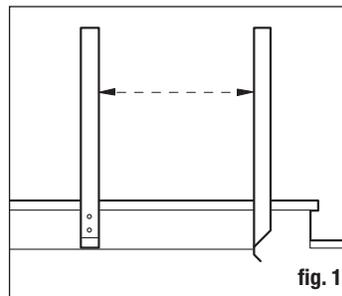

fig. 1
**Étape 1:** Mesurez l'ouverture de garde-corps entre chaque poteau pour déterminer la longueur de chaque section de traverse à balustres (Fig. 1).
**Étape 1:** Les traverses et balustres d'escalier peuvent poser un défi d'installation. Les raccords de balustre d'escalier assurent un ajustement serré et précis des balustres pour les angles d'escalier compris entre 30 et 35 degrés (Fig. 1). Coupez les traverses d'escalier supérieure et inférieure à l'angle correct. Placez les traverses supérieure et inférieure de 5,08x10,16 cm (2x4 po) le long des poteaux et marquez.